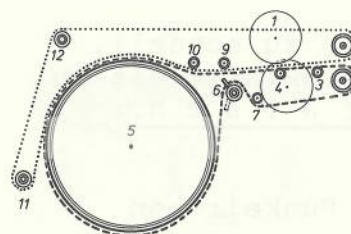

Abb.20
10. Die Gurtspannung - Gurtwechsel (Abb. 20)